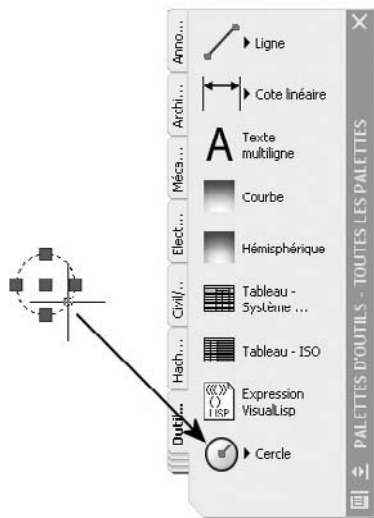

Fig.1.29
- ▶ Sélectionnez un bloc ou une entité de dessin dans le dessin en cours et glissez-le simplement dans la palette (fig.1.29).